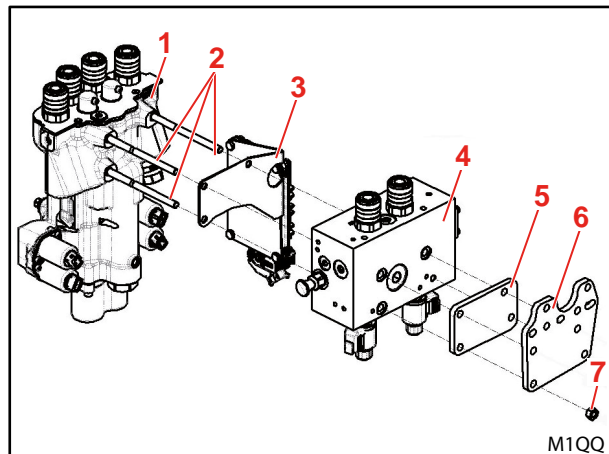

Abb. 6 Ventile vormontieren – Pro Control
- (1) 3 Stehbolzen mit kurzer Gewindeseite an Proportionalventil montieren.
- (2) REAL3-Ventil, Distanzblech und Halteblech aufschieben.
**i** Bei Pro Control den Controllerhalter zwischen Proportionalventil und REAL3-Ventil positionieren (siehe Abb. 6).
- (3) Ventileinheit über unteren Stehbolzen mit 1 Sechskantmutter M8 fixieren.